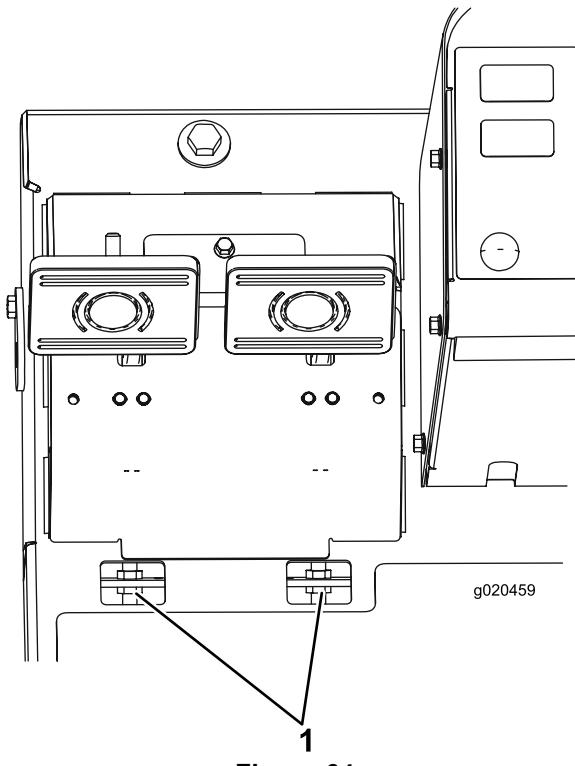

Figura 64
- B. Desaperte a porca dianteira na extremidade roscada do cabo do travão (Figura 64).